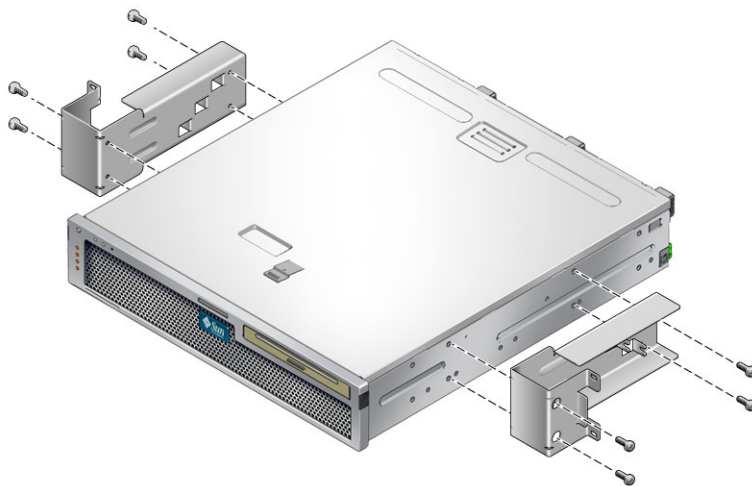

図 4-2 サーバーの側面への側面固定部品の固定
2. M5×10 SEM ねじを 8 本 (各側面固定部品に 4 本ずつ) 使用して、側面固定部品をサーバーの側面に固定します (図 4-2)。